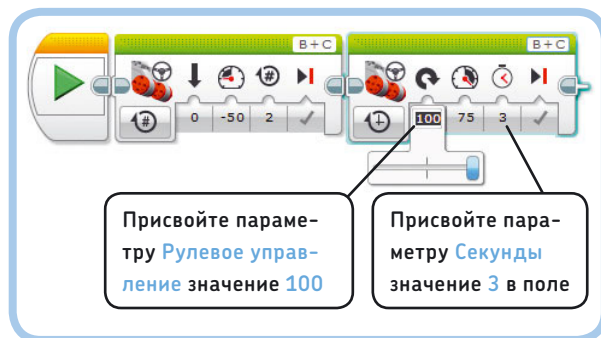

Рис. 4.5. Настройте второй блок, переместив ползунковый регулятор **Рулевое управление** вправо до упора, а затем введите число **3** в поле **Секунды**
5. Чтобы робот быстро вращался вправо в течение трех секунд, измените настройки второго блока так, как показано на рис. 4.5.